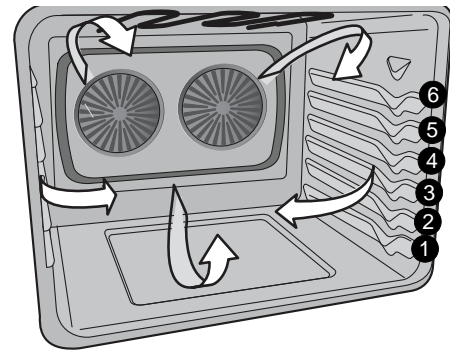

Figura 14: Circulación de aire por convección y posiciones de parrillas
El horneado por convección permite obtener los mejores resultados cuando se utilizan varios utensilios y parrillas. La función de convección utiliza un ventilador para hacer circular calor uniforme continuo dentro del horno (Figura 14).
- Para obtener los mejores resultados cuando hornee tortas con dos parrillas, coloque la parrilla deslizante en la posición 4 y la parrilla plana con manija en la posición 1 (consulte la Figura 14).